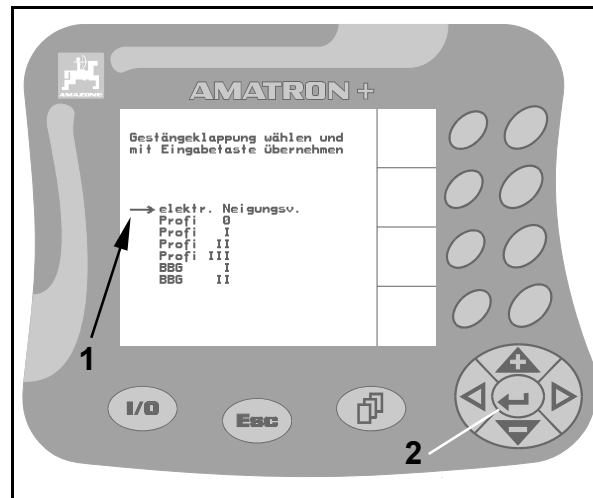

Fig. 16
1. Posicione la flecha de selección (Fig. 16/1) con ayuda de las teclas  o .
2. Oprima la tecla  (Fig. 16/2), para aceptar la opción elegida en el **AMATRON⁺**.